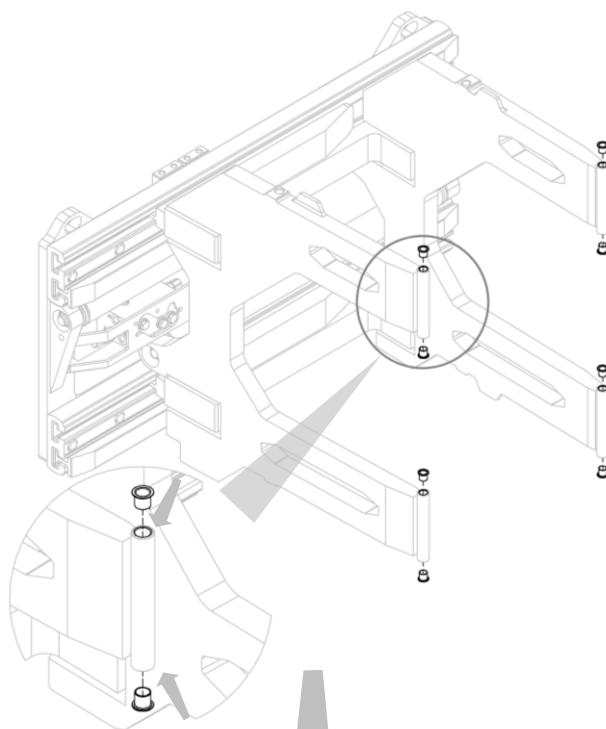
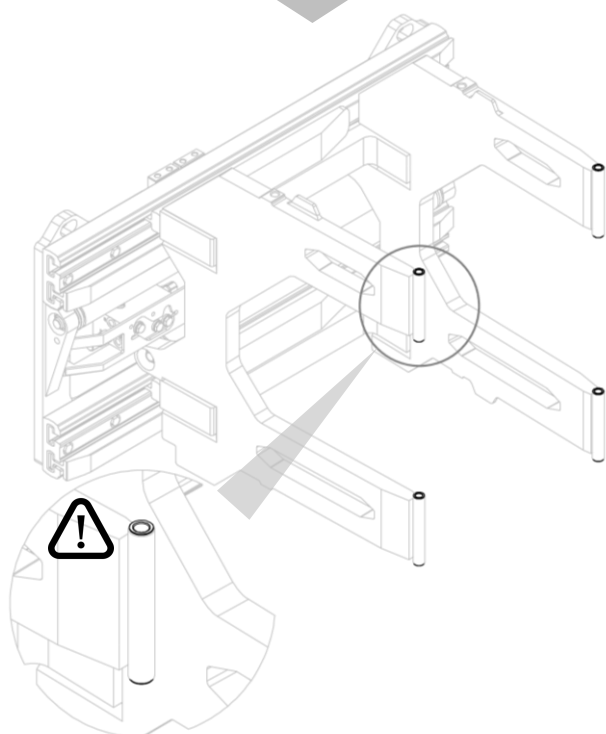

Figura 15
Figura 16
2. Posizionare nelle apposite sedi le boccole per l'oscillazione (vedi *Figura 15* e *Figura 16*).